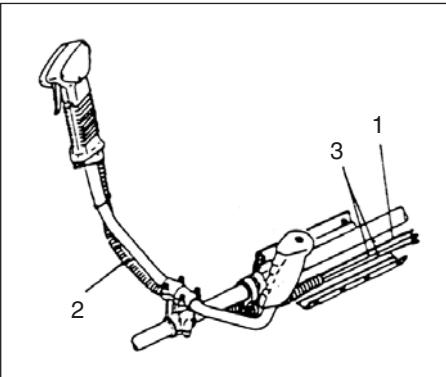

Fig. 1-3
Hat Gestellt Halteschnüre (3) und Drosselklappe verdrahtet (1) durch Schutz tube(2). Haken Sie dann das Hüftenpolster los undwickeln Sie die geschützten Halteschnüre und Drosselklappe verdrahten (1) mit ihm (Fig.1-3)